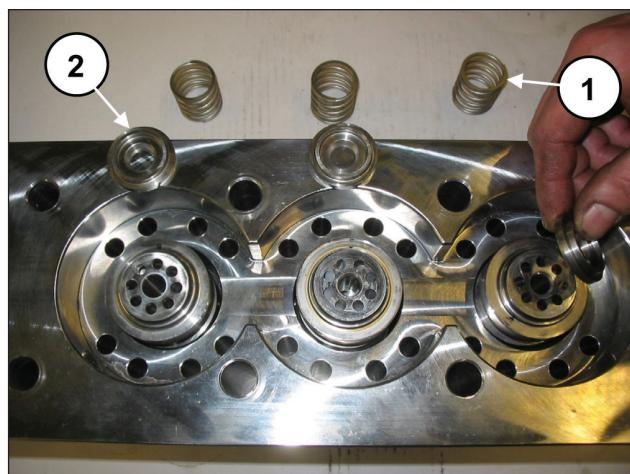

图 103
**!** 在拆卸缸套时，注意不要丢失阀门弹簧和平阀 (① 和 ②, 图 103) · 因为它们未固定，所以它们可能会掉落。